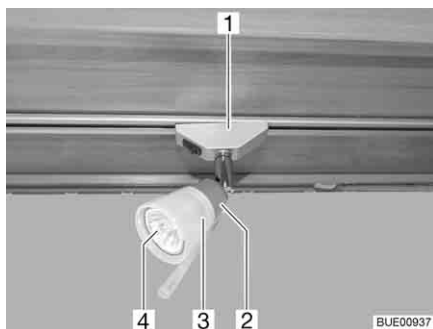

Fig. 222 Spot halogène (coulissant)
- Faire pivoter le spot halogène (Fig. 222,1) de 90° et le sortir du rail.
- Tourner l'abat-jour (Fig. 222,3) dans le sens inverse des aiguilles d'une montre.
- Extraire avec précaution l'abat-jour avec l'ampoule halogène (Fig. 222,4) de la douille (Fig. 222,2).